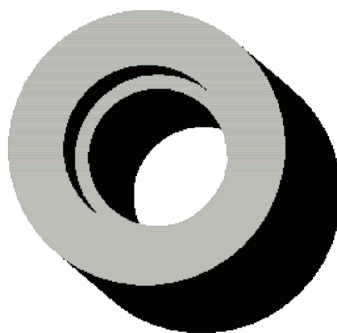

图 8-49 创建拉伸槽特征
STEP 08 选择“完成”选项，单击“开槽：拉伸”对话框中的“确定”按钮，即可创建拉伸槽特征，效果如图 8-49 所示。